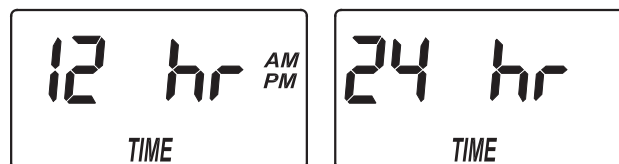

FIG. 25
1. Appuyez sur le bouton PROGRAM (programmer) et maintenez-le enfoncé jusqu'à ce que l'écran de la figure 21 s'affiche. Une fois l'écran affiché, appuyez trois fois sur le bouton PROGRAM (programmer) et l'un des deux écrans de la figure 25 s'affichera.